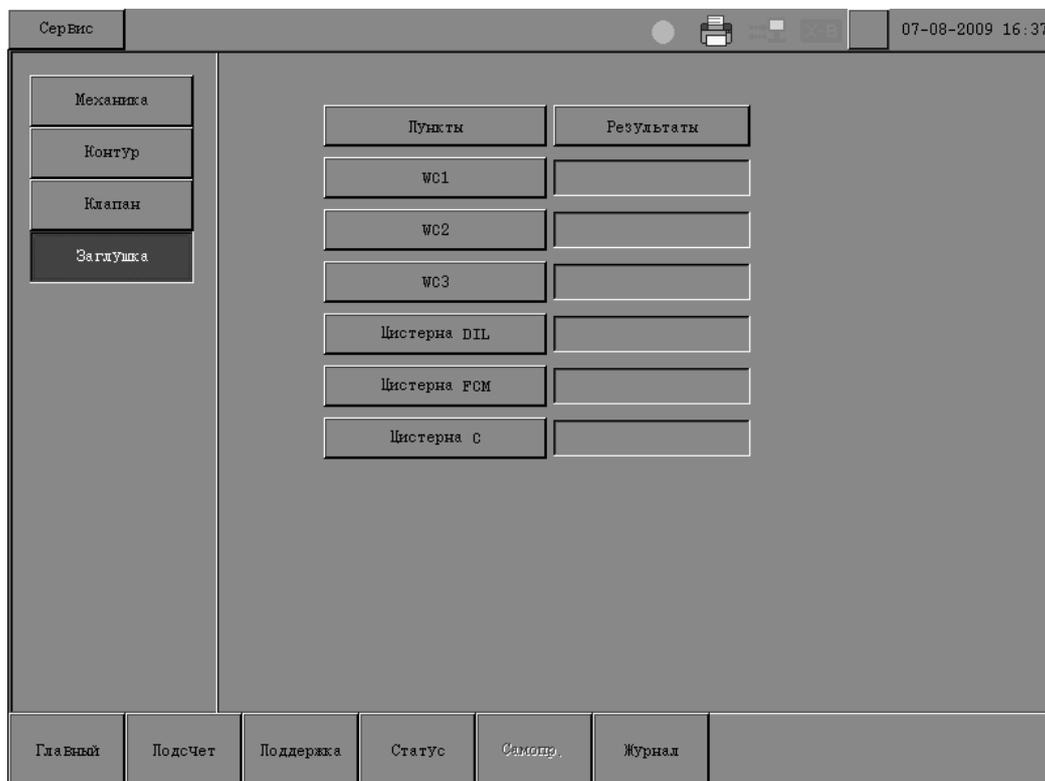

Рисунок 10-40 Экран «Заглушка»
1. **НАЖМИТЕ** кнопку «Заглушка» на экране «Самопроверка», чтобы открыть экран (Рисунок 10-40).